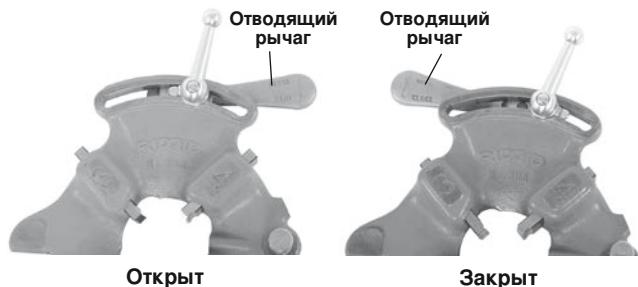

Рис. 10 — Рычаг в открытом/закрытом положении
- Установите отводящий рычаг в положение ОТКРЫТ (Рис. 10).